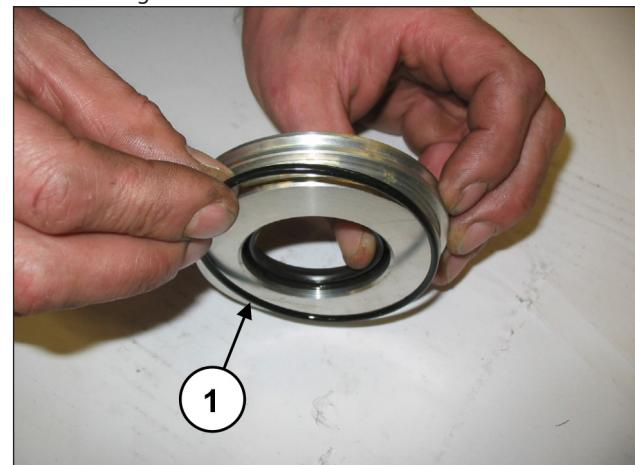

Abb. 94
Legen Sie den O-Ring (Pos. ①, Abb. 94) in die Aufnahme des Ölabbreifring-Deckels ein.